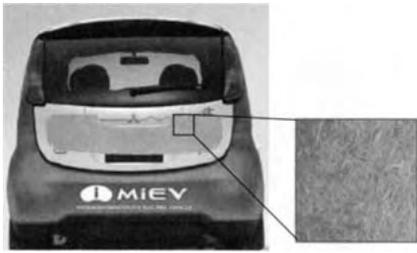

図14 PBS竹繊維ボード
②PBS竹繊維ボード:PBS (Polybutylene succinate:ポリブチレンサクシネート)樹脂は、サトウキビなどの糖を発酵させて得られるコハク酸と石油由来の1,4-ブタンジオールを重合させて製造される。また竹繊維は、天然繊維の中でも強度に優れているが、これまで繊維化する技術がなかったため産業用に有効利用されていなかった。そこで当社などはその課題を解決し、さらにPBS樹脂と混合する技術を開発し、内装材用のボードを実現させた(図14)。開発品は従来品(PP樹脂)に較べて、ライフサイクル全体でのCO2排出量を約5割削減できる(図15)。本開発品は、2007年度に発表した環境にやさしい新世代電気自動車i MiEVフリートモニタ車のテールゲートトリムに採用した。
③PTT繊維フロアマット:PTT (Polytrimethylene terephthalate:ポリトリメチレンテレフタレート)樹脂は、トウモロコシなどの澱粉を発酵させて得られる1,3-プロパンジオールと石油由来とテレフタル酸